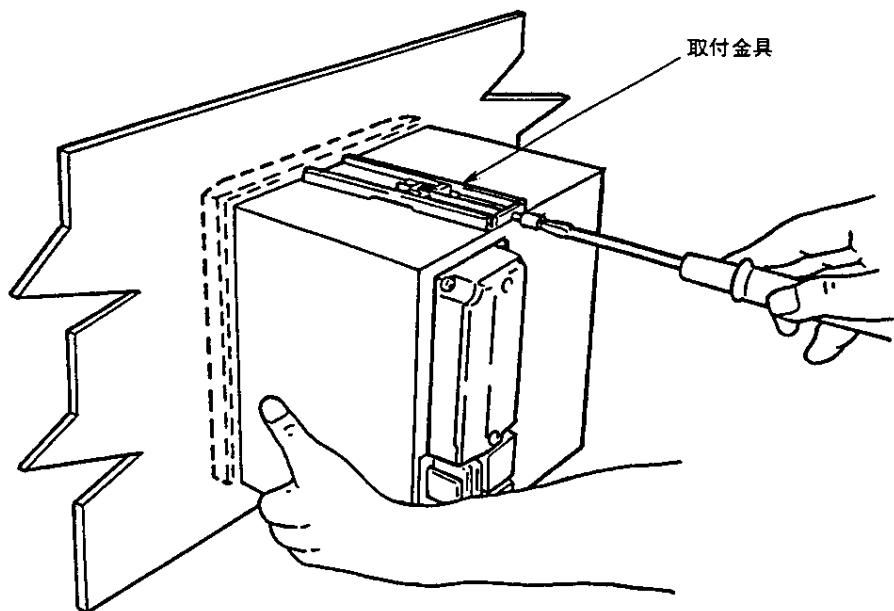

図2.1 取付方法
- (1) パネルは、2mm以上26mm以下の鋼板をご使用ください。
- (2) パネル前面から記録計を挿入します。
- (3) パネルは、付属の取付金具を用いて図2.1のように取り付けます。